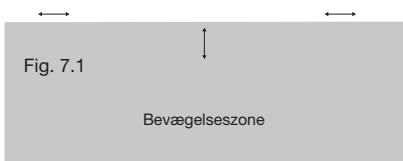

Fig. 7.1
**Buet dør yderside:** Brug 5 markører (se fig. 7.1)